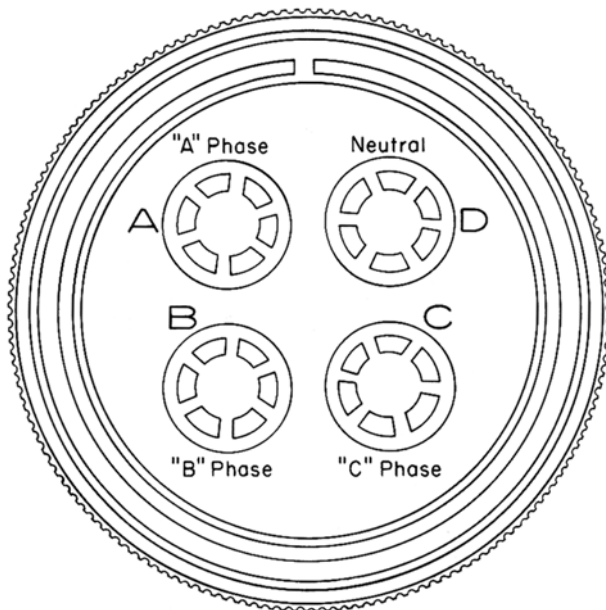
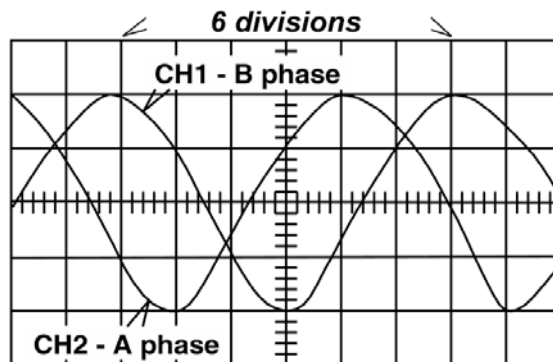
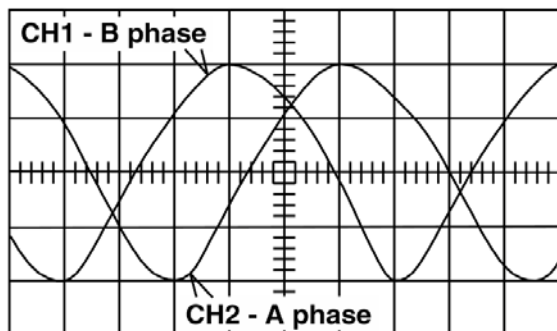

图21. 电源电缆, 军用插头, 发送机末端
Figure 22.2 Correct phase relation for A and B phase.
Figure 22.3 Incorrect phase relation for A and B phase.
6.1.8. 正确相序为, B 滞后于 A, C 滞后于 B, 二者相角都为 120 度, 将 CH2 探头保持在 A 相, 而将 CH1 探头置于 B 相(图 21). 如果示波器上波形, 水平峰-峰信号为 6 个分度(图 22.2,), 则每一分度等于 60 度, 因此, B 相信号(CH1)到右方 A 相应为二个分度(图 22.2). 如果相序不正确, B 相将超前 A 相 60 度(图 22.3).
6.1.9. 如果 B 相超前 A 相(图 22.3),. 则倒置发电机上任意二个发送机. 电源电缆引线头并重复节 6. 1.